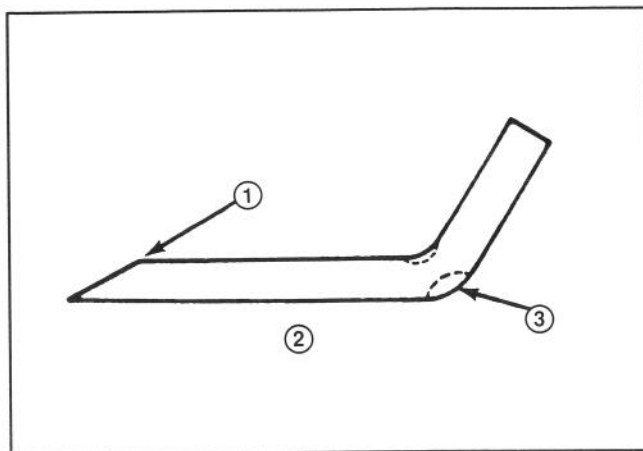

Fig. 13
Controllate la lama ogni volta che rovesciate il trattore poggiandolo sulla parte posteriore. Se il bullone che fissa la lama è allentato, avvitatelo a 61-81 Nm. Se la lama, o la pala (Fig. 13) in cima alla lama sono usurate, corrose o incrinate, sostituite la lama. Sostituite la lama se è piegata o se è sbilanciata. Usate sempre lame di ricambio originali TORO per garantire sicurezza e prestazioni ottimali. **NON UTILIZZATE MAI ALTRE LAME NEPPURE SE SEMBRANO ADATTE.**
7. Usando una lima, affilate il tagliente da ambo i lati della lama (Fig. 13).